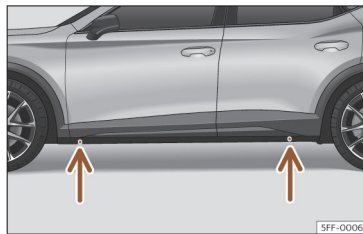

Fig. 227 Pontos de apoio do macaco.
- Procure na longarina a marca do ponto de apoio do macaco (zona afundada) mais próximo da roda a substituir >>> **Fig. 227.**